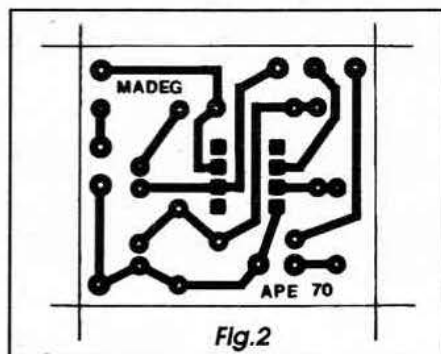

Fig.2
- **FIG. 2 - LAY OUT DO CIRCUITO IMPRESSO ESPECÍFICO** - Ainda que pequena, a plaquinha não teve o seu *lay out* (padrão cobreado das ilhas e pistas...) excessivamente *expremido*, de modo a não